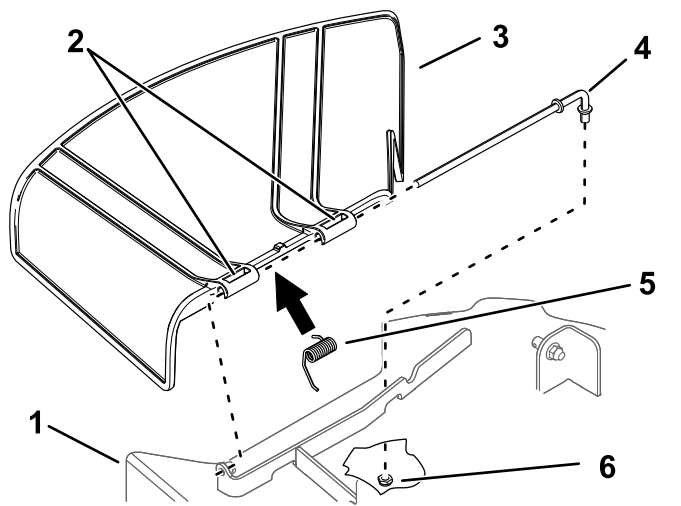

Рисунок 78
1. Отверните гайку ( $\frac{3}{8}$  дюйма) со стержня из-под нижней части газонокосилки (Рисунок 78).
2. Выдвиньте стержень из кронштейна деки, пружины и отражателя травы (Рисунок 78).
4. Установите новый отражатель травы (Рисунок 78).
7. Проденьте стержень через второй шарнир отражателя травы (Рисунок 78).
9. Прикрепите задний конец стержня к газонокосилке с помощью гайки (3/8 дюйма), как показано на Рисунок 78.